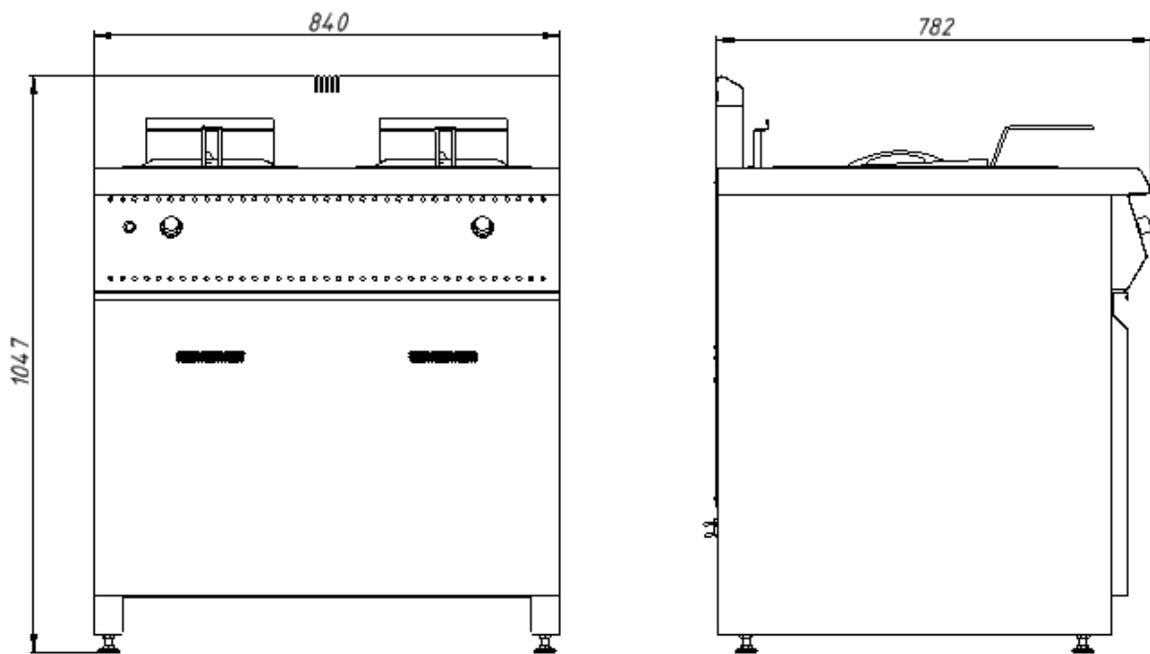

Рис. 1. Габаритные размеры установки
5.1 Фритюрницу следует установить с соблюдением ГОСТ 12.2.124-90 «Оборудование продовольственное. Общие требования безопасности» и «Правил безопасности в газовом хозяйстве», но не менее 300мм от задней стенки установки до стены и между боковых стенок рядом стоящего оборудования в линии. Регулируемыми ножками поз.6 рис.1 выставить фритюрницу горизонтально.